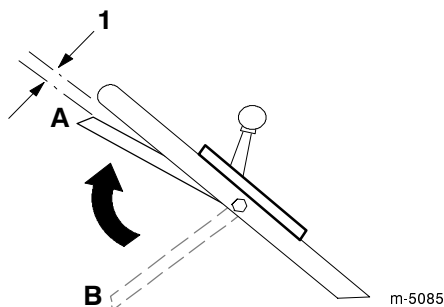

Figura 16
9. Levante la barra de control de la cuchilla hasta unos 2,5 cm por debajo del manillar; consulte la posición *A* de la Figura 16.